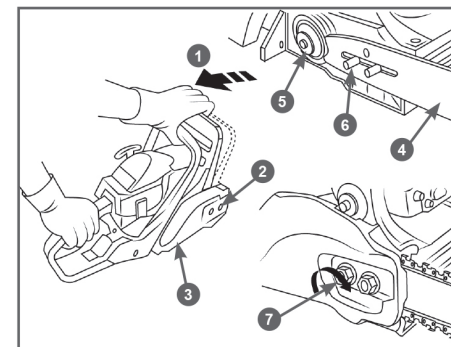

Рис. 2 Установка шины
1. Перед установкой шины и цепи убедитесь в том, что тормоз цепи находится в расторможенном положении. Для этого ручку тормоза 1 (Рис. 2) потяните на себя до щелчка.
2. Открутите гайки 2 и снимите крышку шины 3 (Рис. 2).
3. Установите шину 4 пазом на шпильки крепления шины 6 и передвиньте ее в сторону муфты сцепления 5 для облегчения установки цепи (Рис. 2).
5. Вращая винт шестерни натяжения цепи 7 (Рис. 2) против часовой стрелки, установите палец натяжителя в крайнее левое положение. Установите на место крышку шины 3 (Рис. 2).